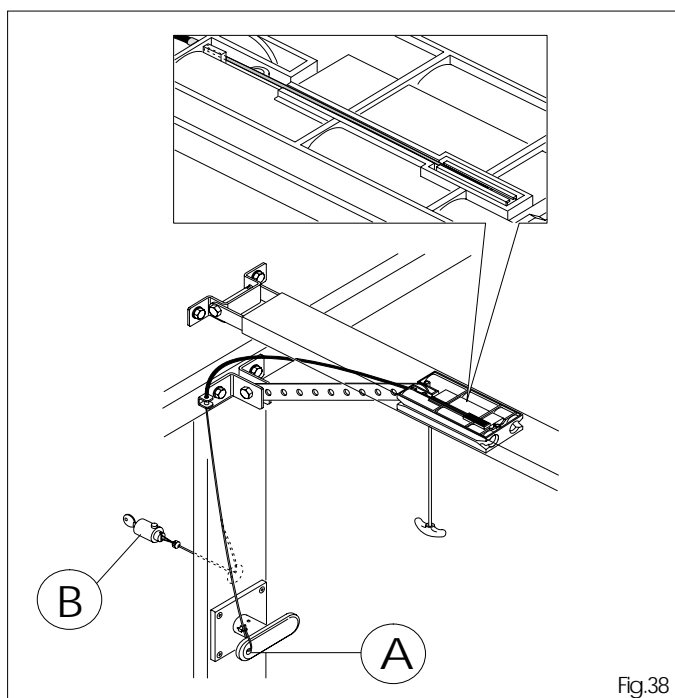

Fig.38
- a maniglia (fig.38 rif. A)
- a chiave (fig.38 rif.B).